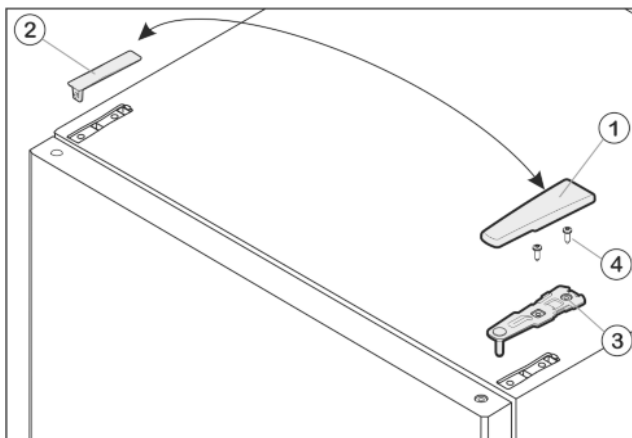

Fig. 8
- ▶ Retire hacia delante y hacia arriba la cubierta Fig. 8 (1).
- ▶ Desmonte la cubierta Fig. 8 (2).
- ▶ Desatornille el soporte de cojinete superior Fig. 8 (3) (2 Torx® 25) Fig. 8 (4) y extráigalo hacia arriba.
- Inserte el soporte de cojinete superior Fig. 8 (3) en el nuevo lado de la bisagra y en la puerta.
- Atornille el soporte de cojinete superior (con 4 Nm) para fijarlo (2 Torx® 25) Fig. 8 (4). Dado el caso, grabe los agujeros de tornillo o utilice un destornillador de batería.
- Coloque y encaje la cubierta Fig. 8 (1) y la cubierta Fig. 8 (2) desde fuera en el lado opuesto, respectivamente.